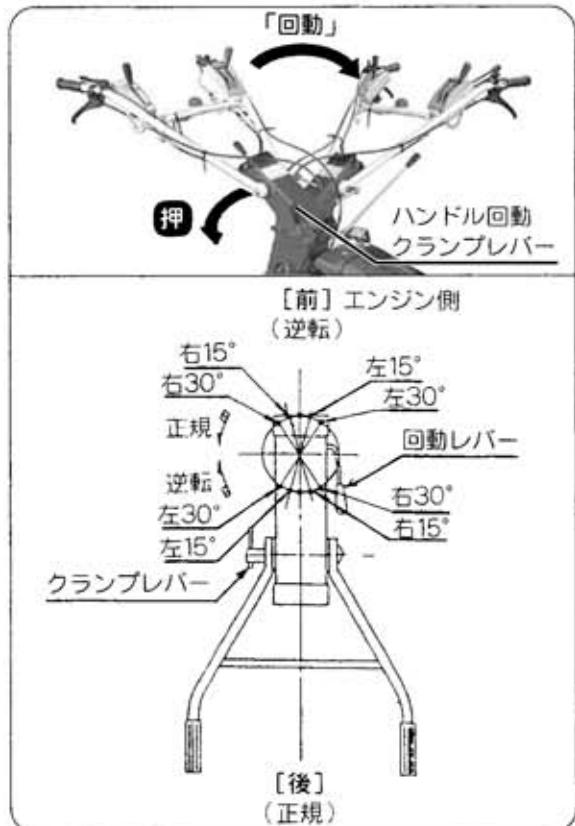

図52
- ① ハンドル回動クランプレバーを押し下げるにより、左側へ2段・右側2段の調節ができます。（ハンドル正転・逆転時）（図52）
- ② ハンドル回動クランプを確実に【ロック】位置にしてください。
- ③ 変速レバーの根元を持上げて、操作しやすい位置にセットしてください。
- ④ ギアが【後進（R）】に入っているときは、ハンドル回動できません。